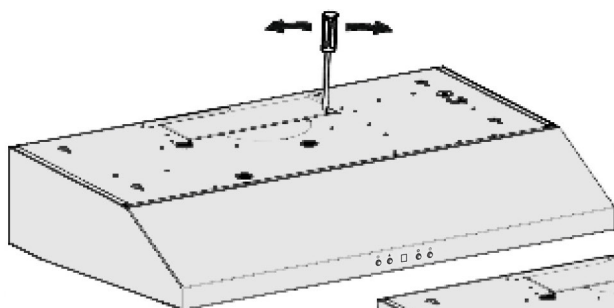

Figure 4
- Pour une évacuation circulaire de 15,3 cm (6 po), laisser l'appareil tel quel et installer le registre circulaire fourni. Les figures 4, 5 et 6 ci-dessous indiquent la façon de percer l'ouverture circulaire de 15,3 cm (6 po).